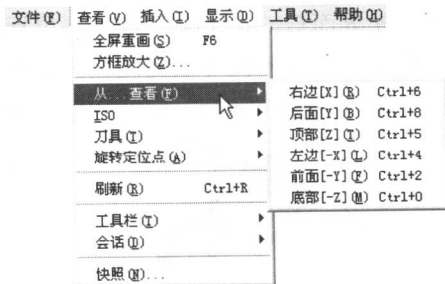

图1-14 菜单栏
- 菜单栏: 位于 PowerMILL 工作界面的顶部。将光标置于菜单上, 单击鼠标左键可调出子菜单, 沿子菜单右箭头▶移动光标可调出更底层的菜单选项, 如图 1-14 所示。